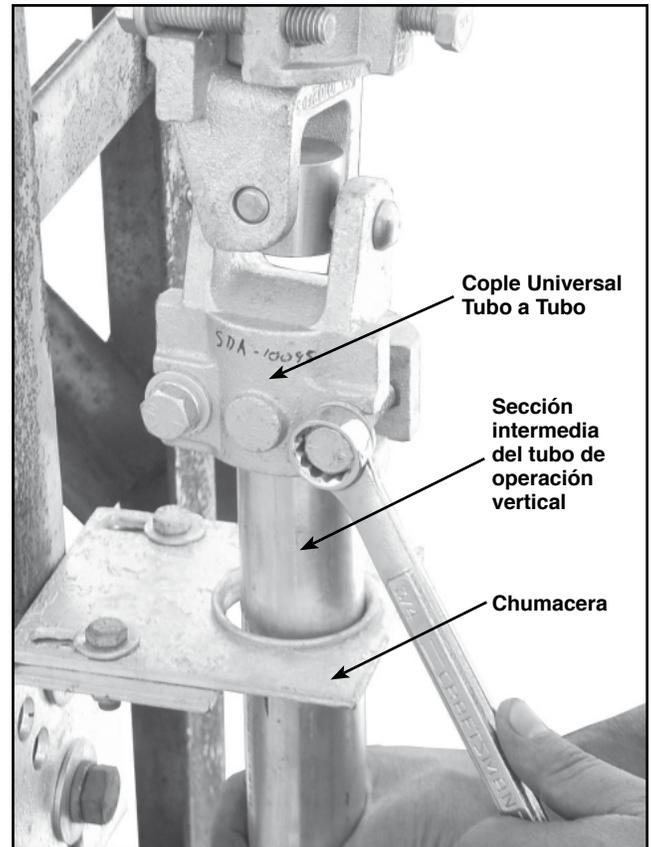

Figura 27. Instalación de la sección intermedia del tubo de operación vertical.
**Paso 21** Pase la siguiente sección del tubo de operación vertical por la chumacera guía. Ver Figura 27. (Cuando se utilizan sólo 3 secciones de tubo de operación, la más baja debe ser la perforada e instalada con los orificios pasantes en la parte más baja).